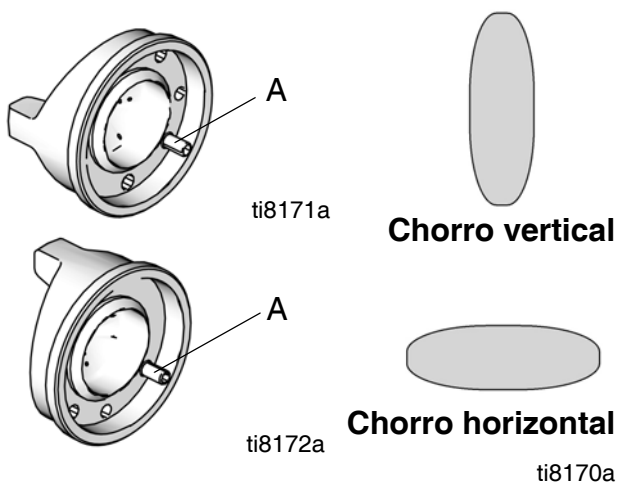

FIG. 10: Orientación del casquillo de aire
Los cabezales de aire se ajustan en fábrica con el pasador de alineación (A) fijado en el chorro de pulverización vertical. Para cambiar el cabezal de aire al chorro de pulverización horizontal, utilice una llave hexagonal de 1/16 pulg. para desenroscar el pasador de alineación (A) y colocarlo en el orificio del chorro de pulverización horizontal. Cuando mueva el pasador, utilice un sellador de roscas de baja fortaleza. Apriete hasta 1,5-2,5 in-lb (0,2-0,3 N·m). **No lo apriete en exceso**. Consulte FIG. 10.